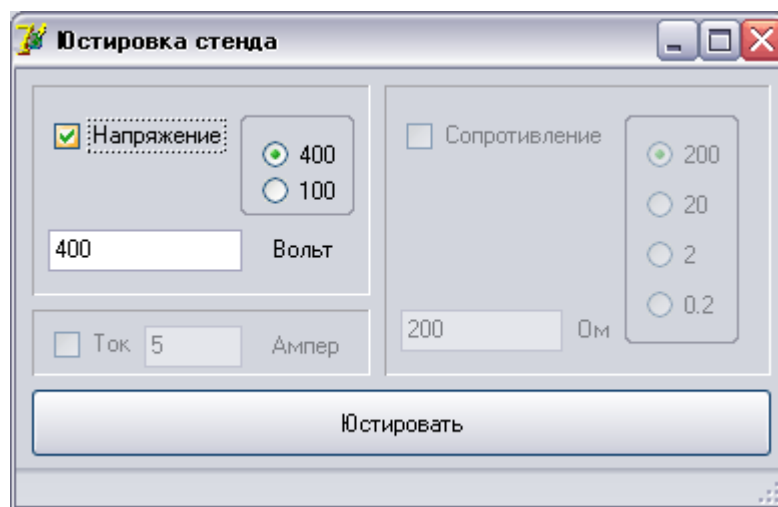

Рис. 14
3.2.5.4. Выбирается пункт верхнего меню «Юстировка», см. п. 2.3. На экране появляется окно рис. 14.